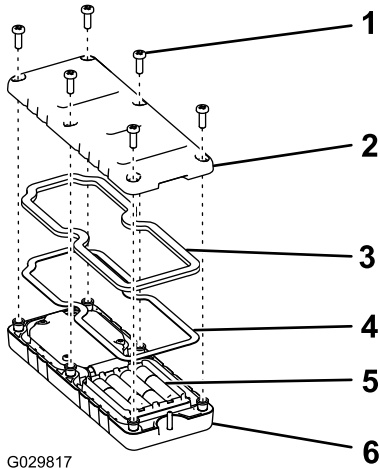

图 17
2. 将电池逐一放入电池端子仓位遵循正确的电池极性图 17。
3. 确保钢垫片和橡胶密封件正确放置于遥控器的槽内然后将后盖放回原位图 17。
4. 用 6 个螺丝固定后盖图 17 上紧螺丝扭矩至 1.51.7N·m。